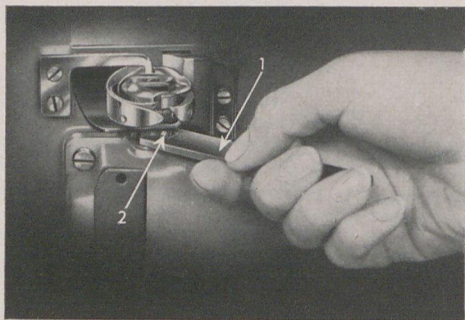

BILD 68
*I. Typ A:* Rundgreifer ohne Brille (Bild 68)
Zuerst die Nadel entfernen! Jede rohe Gewaltanwendung hat Beschädigung der Maschine zur Folge und ist deshalb zu vermeiden. Um den Fadeneinschlag *schadlos* zu beseitigen, setzt man in einfacher Weise – wie es Bild 68 zeigt – den Greiferschlüssel auf den Greiferbund mit seinen Befestigungsschrauben auf.